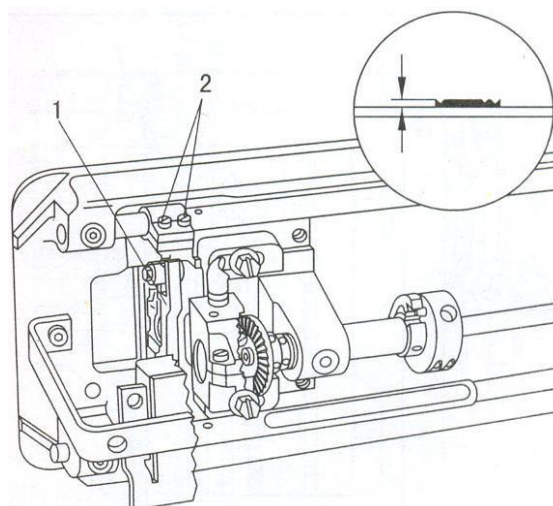

Рис. 13
3. Установка высоты зубчатой рейки (Рис. 13)